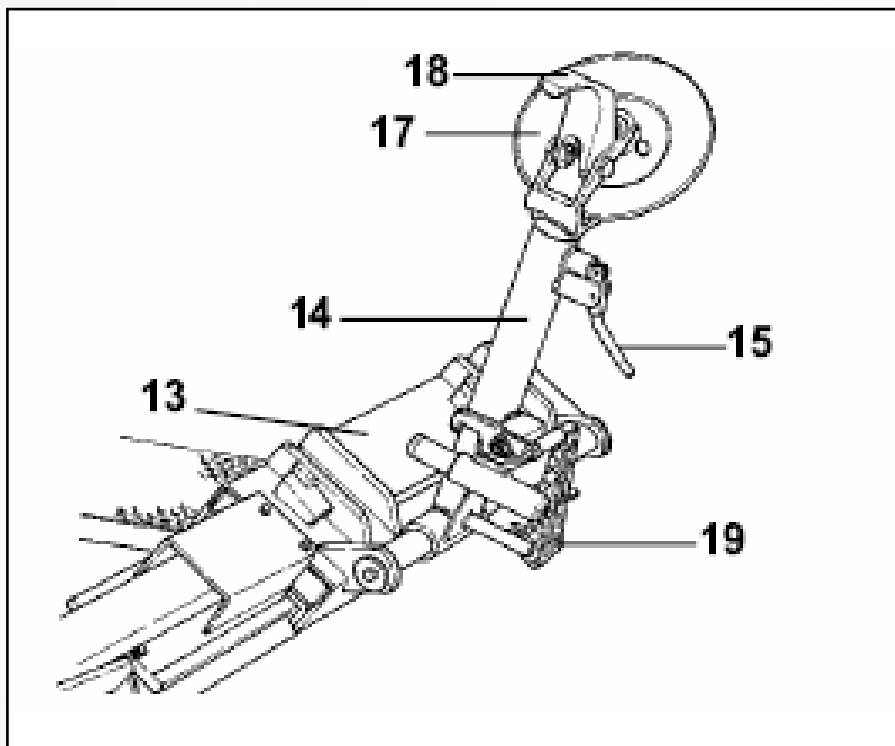

Рисунок 8
- Рычаг 15 (рис.8), который позволяет переводить кронштейн снимающего рычага по крышки 14 (рис.8) из рабочего в не рабочее положение и обратно.
- Ручка 19 (рис.8), которая позволяет использовать либо отжимной ролик 17 (рис.8), либо снимающий рычаг 18 (рис.8).